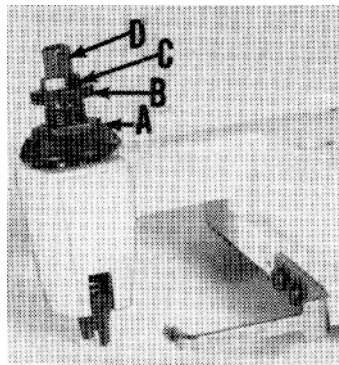

FIG. 2
Sufficient presser foot pressure to feed work uniformly should be maintained. Should it be necessary to increase or decrease amount of pressure on presser foot, loosen lock nut (A Fig. 2) and turn adjusting screw (B). Adjusting screw has a right hand thread so tightening increases pressure, loosening decreases pressure. When pressure adjusting screw (B) has been properly set, tighten lock nut (A). With presser foot resting on throat plate, position locking nut (C) so that its under surface is approximately 0.8mm to 1.6mm (1/32" to 1/16") from the top surface of adjusting screw (B). Set cap (D) against locking nut (C).
Para conseguir un transporte uniforme del material, se requiere suficiente presión del pie prensatela. Para aumentar o disminuir la presión del pie prensatela hay que soltar la tuerca de seguridad (A, Fig. 2) y girar el tornillo de ajuste (B). El tornillo tiene una rosca hacia la derecha, así que girando hacia la derecha aumenta y girando hacia la izquierda disminuye la presión. Una vez logrado el ajuste requerido, apriete la tuerca de seguridad (A) otra vez. Con el pie prensatela reposando en la placa de la aguja, ajuste la tuerca de fijación (C) de tal manera, para que entre su parte inferior y la parte superior del tornillo de ajuste (B) quede una distancia de 1/32" a 1/16" (0,8 mm a 1,6 mm). Gire la tuerca tapa (D) contra la tuerca de fijación (C).